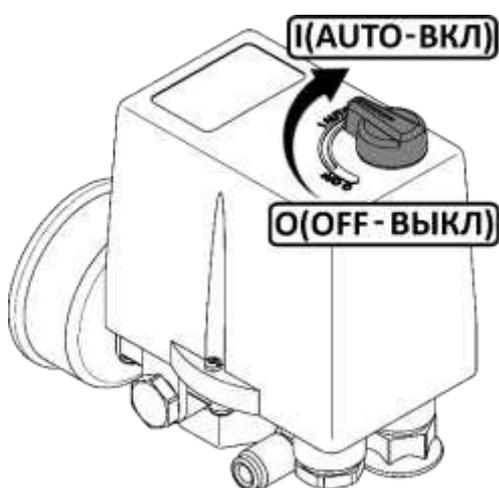

Рисунок 3
- Проверьте, чтобы выключатель на реле давления находился в выключенном положении "O" или "OFF", в зависимости от исполнения (рисунок 3).
- Выключить компрессор выключателем **3** на реле давления (рис. 4-5). Для этого необходимо переключить выключатель в положение "О" или "OFF", в зависимости от исполнения (рис. 3). После этого остановится электродвигатель и произойдет сброс давления из нагнетательного воздухопровода и поршневого блока.
- Переключите выключатель **3** на реле давления в положение "**0**" или "**OFF**", в зависимости от исполнения (рисунок 3).